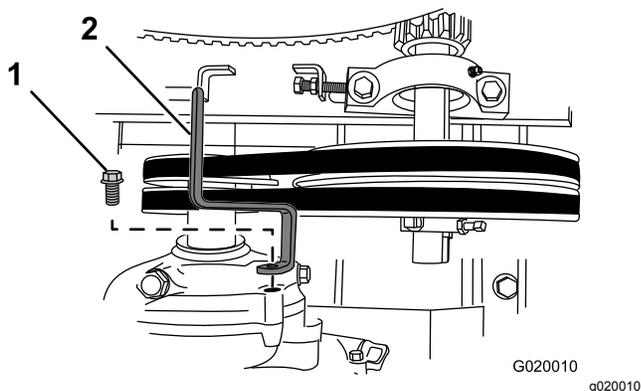

Figure 68
6. Retirez le boulon qui fixe le guide-courroies au moteur, et déposez le guide (Figure 68).
10. Fixez légèrement le guide-courroies au moteur (Figure 68) avec le boulon retiré à l'opération 6 de Dépose des courroies \(page 46\).